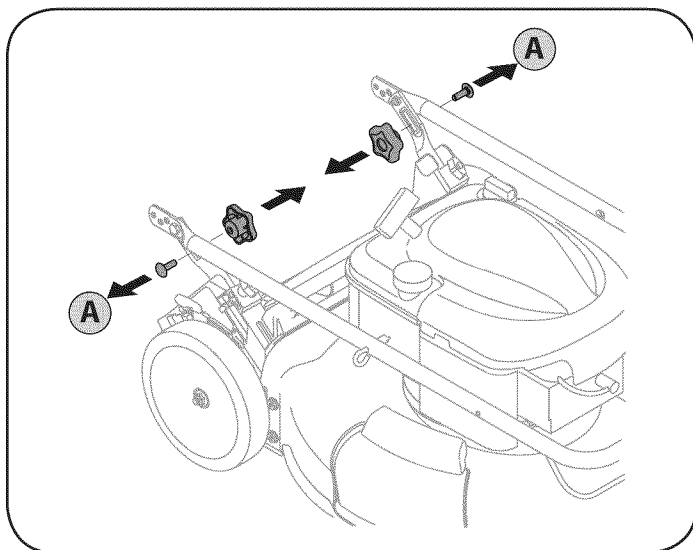

Figura 1
- A. Quite los tornillos y tuercas de mariposa transporte desde el mango como se muestra en la figura 1. No afloje o quite adyacentes tornillos de cabeza hexagonal.